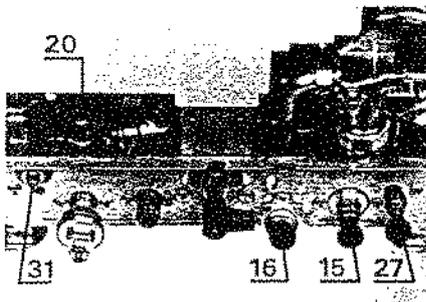

Fig. 21
- Ouvrir le robinet d'arrêt d'eau froide (16) (fig. 21).
### 2) Remplissage du circuit de chauffage (fig. 21).